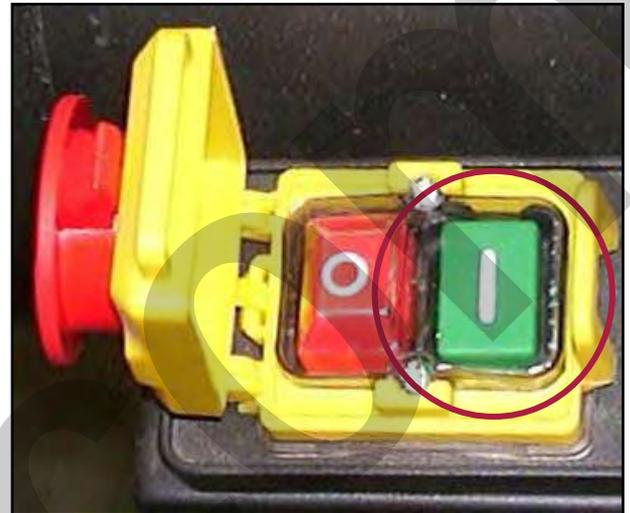

Figura 19 – Dettaglio interruttori.
Il pulsante verde (I), serve per l'avviamento (accensione) dell'aspiratore per trucioli (Figura 19). Attraverso questo pulsante, viene alimentato il motore elettrico collegato con la ventola.
Accendete prima l'aspiratore per trucioli, premendo il pulsante verde (Figura 19) e poi la macchina per la lavorazione del legno. Terminato l'utilizzo spegnete la macchina e poi l'aspiratore. Per l'accensione della macchina per la lavorazione del legno, seguite le istruzioni del fabbricante.